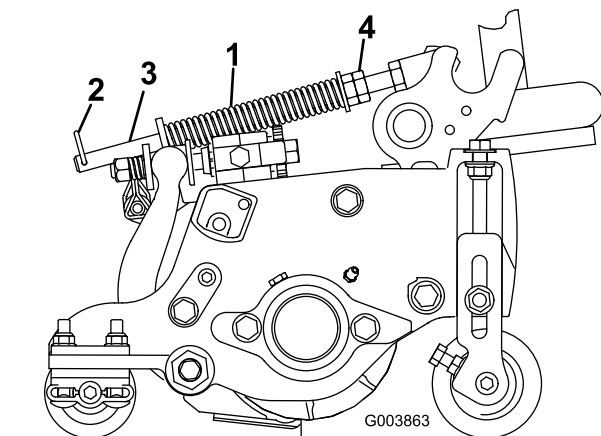

Figura 14
El muelle de compensación del césped transfiere peso desde el rodillo delantero al trasero (Figura 14). Esto ayuda a reducir el patrón de ondulación en el césped.
1. Asegúrese de que el pasador de horquilla está instalado en el taladro del extremo de la varilla del muelle (Figura 14).
2. Apriete las tuercas hexagonales del extremo delantero de la varilla del muelle hasta que la longitud comprimida del muelle sea de 12,7 cm en unidades de corte de 12,7 cm, o de 15,9 cm en unidades de corte de 17,8 cm (Figura 14).